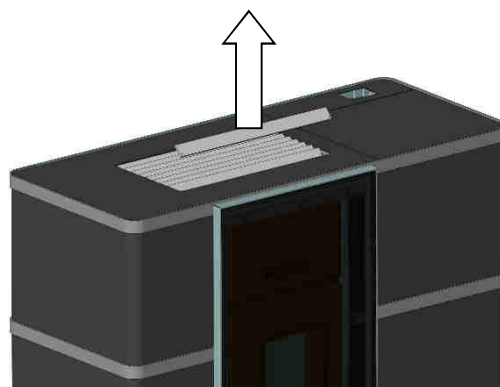

Fig. 7 : retrait des lamelles
1. Retirer les lamelles (Fig. 7).